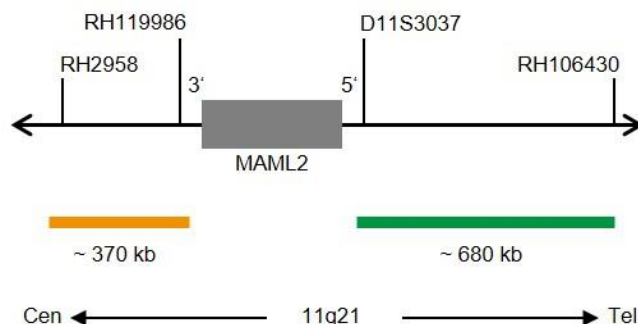

Fig. 1: SPEC MAML2 Mapa da sonda (sem escala)
- Polinucleótidos (~10 ng/ μ l) com marcação ZyGreen (excitação 503 nm/emissão 528 nm), dirigidos ao mapeamento de sequências alvo em 11q21* (chr11:96,115,829-96,797,136) distais ao ponto de quebra do gene MAML2 (ver Fig. 1).
- Polinucleótidos (~4.5 ng/ μ l) com marcação ZyOrange (excitação 547 nm/emissão 572 nm), dirigidos ao mapeamento de sequências alvo em 11q21* (chr11:95,296,828-95,668,215) proximais ao ponto de quebra do gene MAML2 (ver Fig. 1).